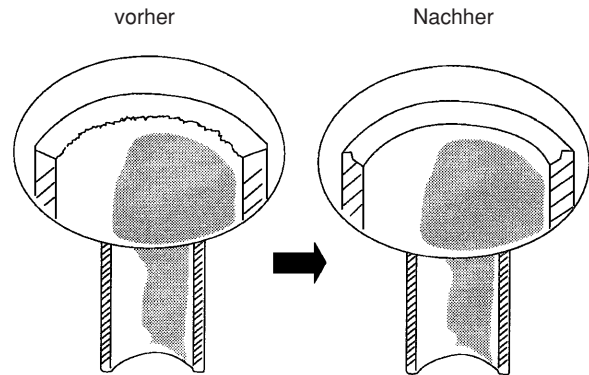

Abb. 4-1
- Grate am Rohrende mit einer Reibahle oder einer Feile entfernen. Dieser Arbeitsgang ist wichtig und muß sorgfältig durchgeführt werden, damit der Bördelrand einwandfrei ausfällt. (Abb. 4-1)